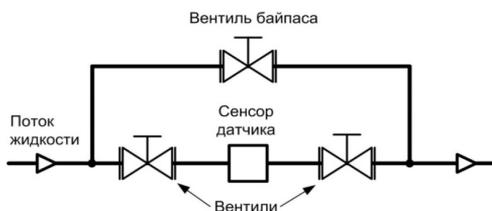

Рисунок 5.5 – Схема типичного байпаса
**Демонтаж сенсора для обслуживания:** если расходомер требует периодической калибровки или обслуживания (очистки), на трубопроводе, где планируется установить измерительный сенсор расходомера, рекомендуется смонтировать обходной трубопровод (байпас), позволяющий не останавливать процесс на время сервисных работ, рисунок 5.5.